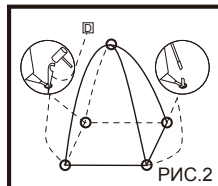

РИС.2
3. Поднимите палатку <A> вверх и вставьте концы шестов в стальные распорки, имеющиеся на каждом углу палатки <A>. (РИС.2)
4. Закрепите крышу внутренней палатки <E> в месте соединения шеста с помощью нашитой завязки. (РИС.2)
5. Закрепите палатку, вставив колышки палатки <D> в наземные петли (РИС.2).